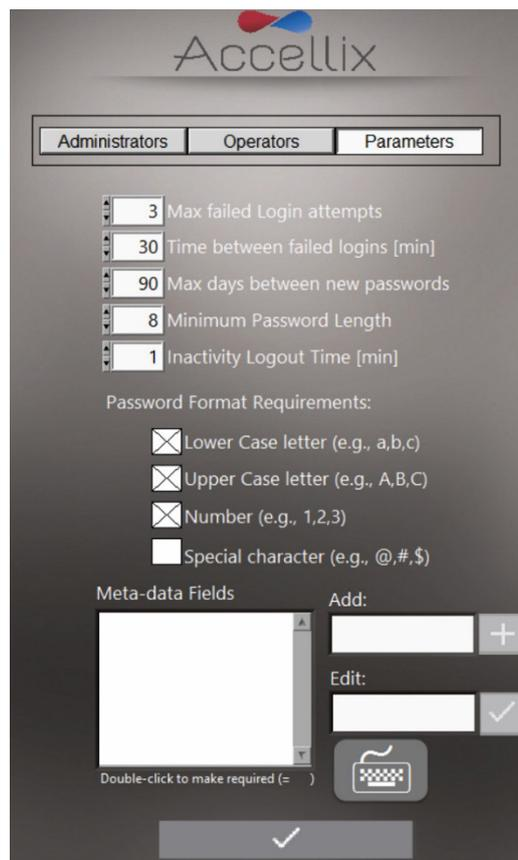

Figure 12 : options des paramètres de connexion
1. Appuyez sur **Parameters** (Paramètres) en haut de l'écran **Personnel** (Personnel). Tous les paramètres de connexion modifiables (Figure 12) s'affichent :